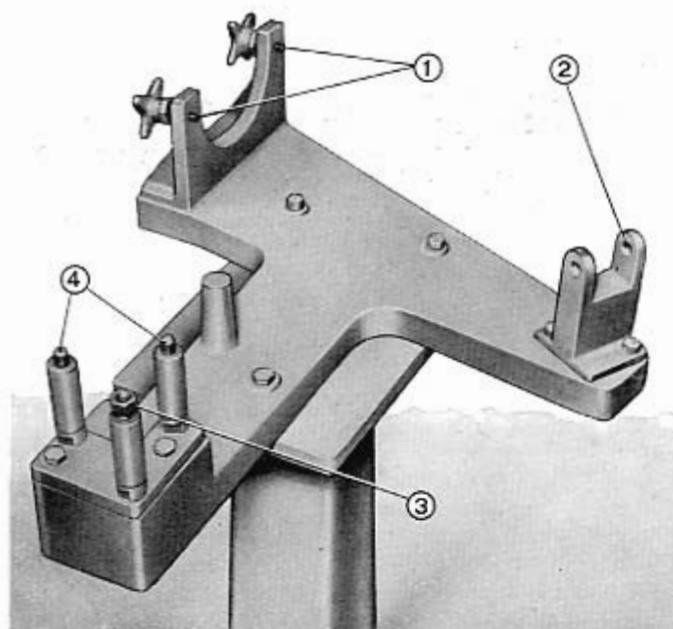
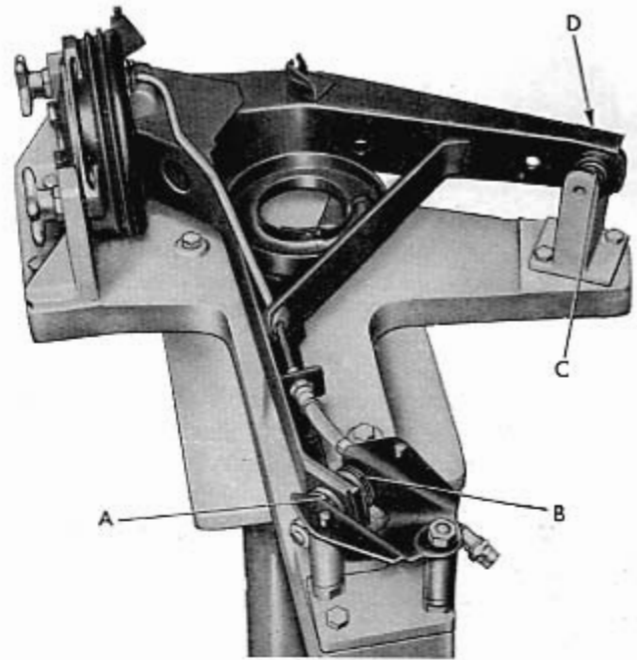
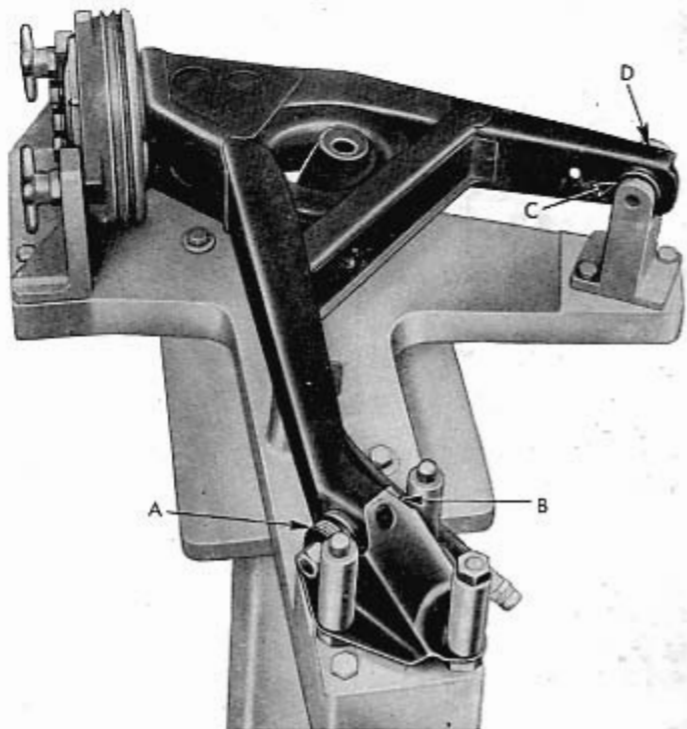

Fig. 247 - Outil A. 66064 pour vérifier et régler le bras oscillant.
Fig. 250 - Réglage du bras oscillant arrière droit sur l'outil A. 66064.
Fig. 251 - Réglage du bras oscillant arrière gauche sur l'outil A. 66064.
- bloquer les petits volants (1, fig. 247) en forme d'étoile sur le tambour de la roue;
- accoupler le demi-bras intérieur dans le siège (2, fig. 247) de l'outil;
- accoupler les trous du support extérieur du bras aux axes (3, fig. 247) de l'outil.
NOTA - Selon qu'il s'agit du bras droit ou gauche, il faut changer les axes (3, fig. 247) d'accouplement aux trous du support extérieur et le bras doit se monter en position normale (fig. 250) ou bien renversée (fig. 251).
Caler six rondelles d'épaisseur, trois de chaque côté, dans les points A et B (fig. 250), entre l'estend-bloc et le support de fixation avant du bras au fond de la coque; pour le centrage des rondelles, utiliser l'axe A. 66057: ensuite le sortir doucement et introduire à sa place l'axe d'attache du bras au support et visser l'écrou. Ce dernier devra être serré, après réglage de l'alignement des roues arrière, à un couple de 6000 à 7000 mm-kg.
Emmancher ensuite, dans les points C et D (fig. 250), une quantité de rondelles telle à compenser la lumière existant entre l'estend-bloc et les deux butées de l'outil. Le nombre de rondelles ainsi déterminé, aussi bien au point C qu'au point D, devra être ensuite monté entre l'estend-bloc et les butées de l'étrier intérieur de fixation du bras oscillant au fond de la coque.